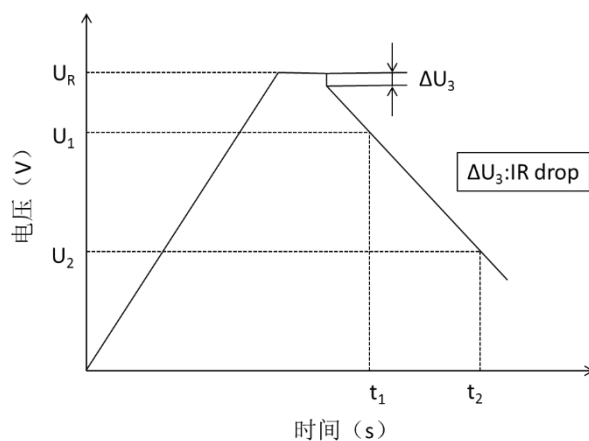

图2 电容量测试示意图
测量电容器两端电压从 U_1 到 U_2 的时间 t_1 和 t_2 ，如图 2 所示，根据下列等式计算电容量值：
- 用电压记录仪记录电容器充放电转换端电压瞬间 10ms 电压降的变化量 ΔU_3 ，如图 2 所示。